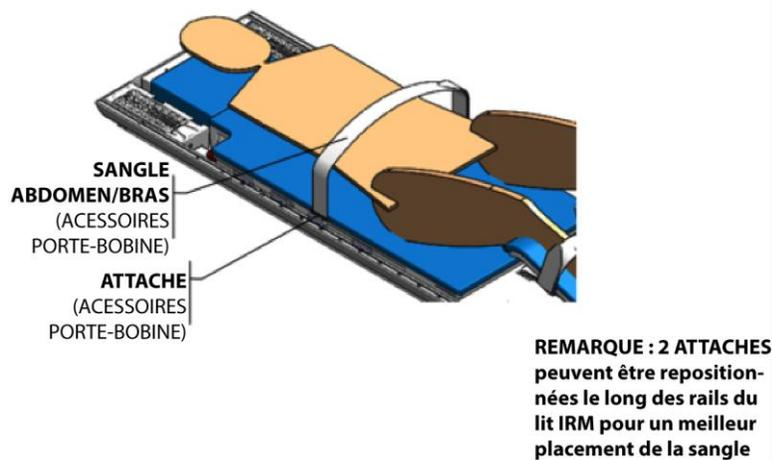

Figure 39 : Placement des sangles abdomen/bras dans les clips du support de bobine
1. Manipulateur IRM : installer une sangle abdomen/bras fournie avec les accessoires du support de bobine sur le clip, comme illustré à la *Figure 39*.